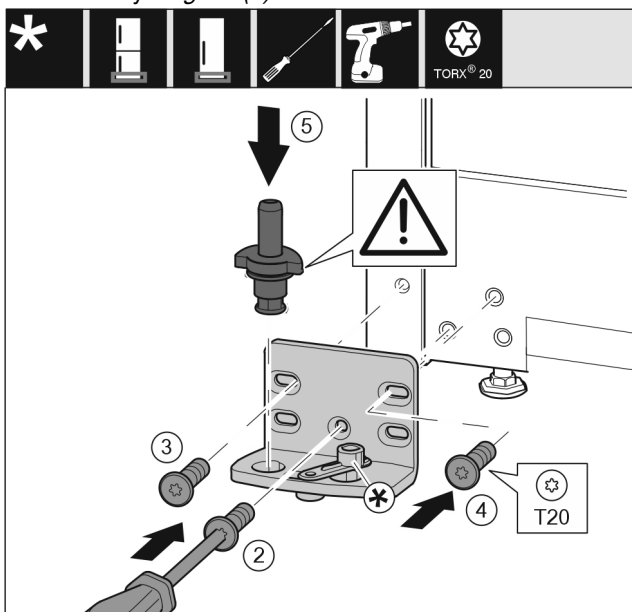

Fig. 15
- Ložiskovú konzolu nasadíte na druhú stranu a priskrutkujte ju pomocou skrutkovača T20. Začnite skrutkou 2 dole v strede. Fig. 15 (2)
- Pevne zaskrutkujte skrutku 3 a 4. Fig. 15 (3,4)
- Ložiskový čap úplne nasadíte. Dbajte pritom na to, aby zaistovací doraz ukazoval smerom dozadu. Fig. 15 (5)